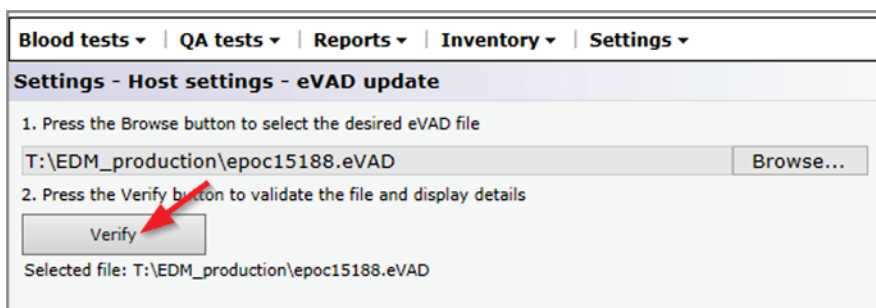
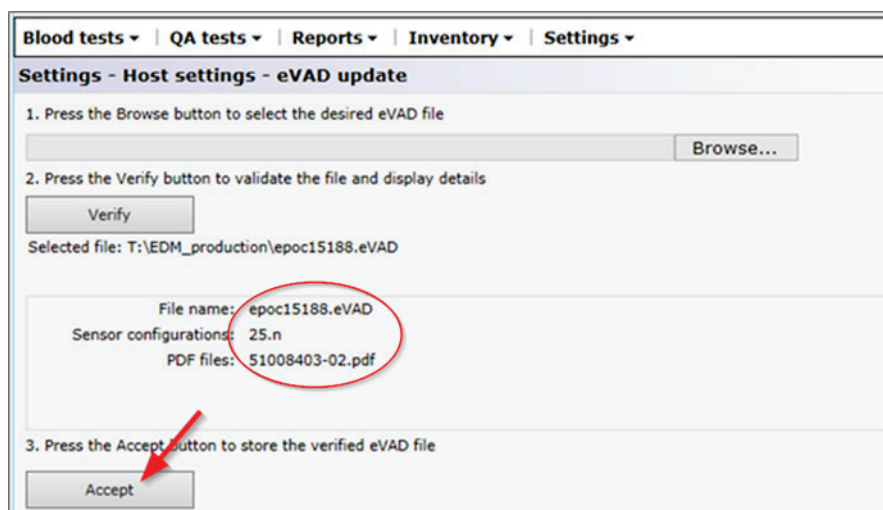

Figure 7
Figure 8
2. Cliquez sur le bouton **Vérifier** (Figure 7) pour valider le fichier eVAD et afficher les détails (entourés sur la Figure 8), y compris le nom du fichier eVAD, la version de la configuration des capteurs et le nom du fichier PDF associé au fichier eVAD utilisé.
Cliquez sur le bouton **Accepter** (Figure 8) pour enregistrer le fichier eVAD vérifié.